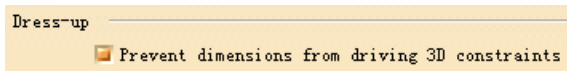

图 6-99
(4) Dress-up (修饰) 选项组 (如图 6-99 所示)